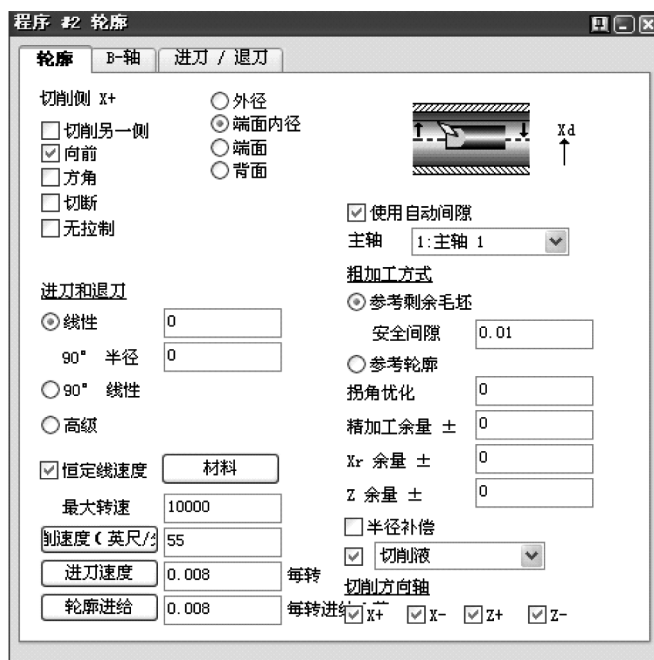

图 6-63 精车内圆
- 4) 应用#7 刀具创建精加工内圆的精车程序，如图 6-63 所示。